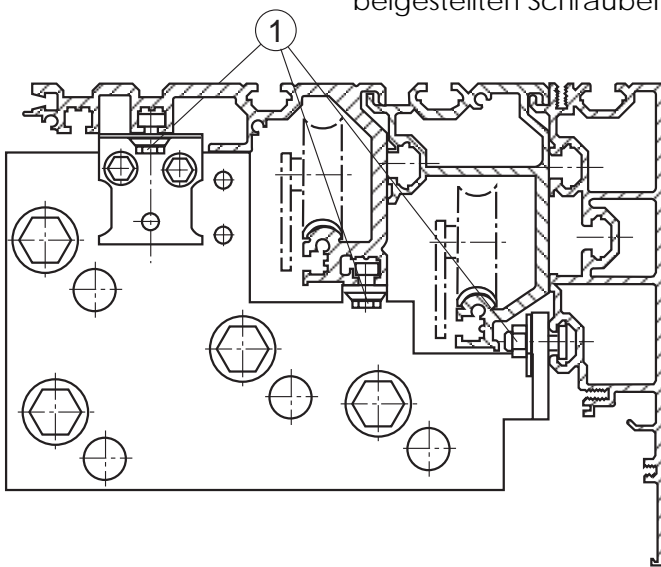
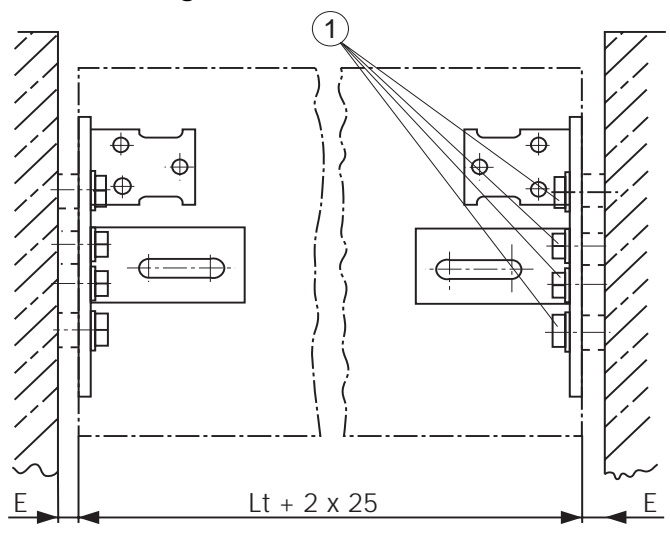

Abbildung 7
Abbildung 8
Hinweis: vgl. Abb. 7 für die nachträglichen Montage des Bausatzes "Seitliche Fixierbügel" an das Trägerprofil.
- Die seitlichen Fixierbügel zur Aufnahme der 4 beigestellten Schrauben M10 (Abb. 8 - Pos. 1) unter Berücksichtigung der Paßscheiben für die Abstandsmaße E (Abb. 8) ausbohren
- Den vorschriftsmäßige Einbau der beiden seitlichen Fixierbügel am Trägerprofil anhand der Schrauben in Abb. 7 - Pos. 1 überprüfen und den Träger mit den beigestellten Schrauben (Abb. 8) befestigen.